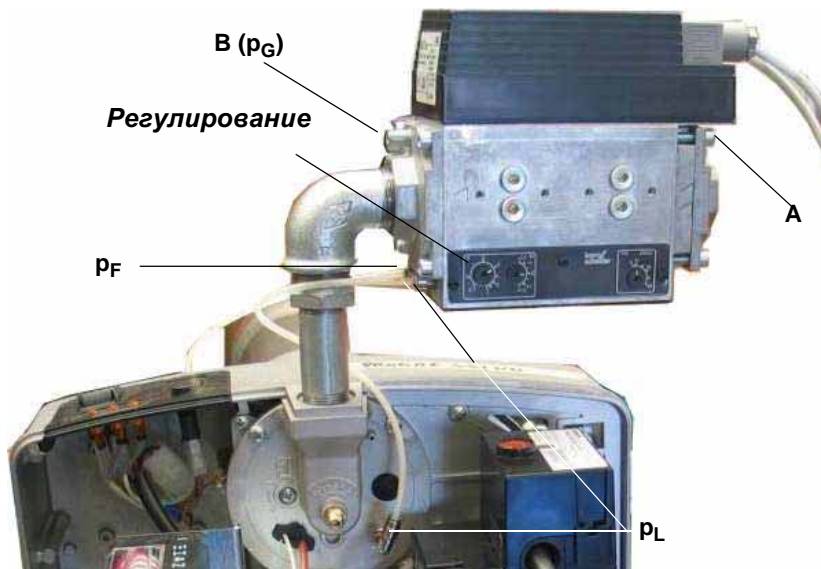

Рис. 19
Передаточное соотношение **V** - следующее (см. рисунок Рис. 19 - Рис. 20):
- 1 Включить горелку на малом пламени: если горелка не запускается, повернуть слегка **N** в направлении + и повторить запуск (см. Рис. 20). Замерить давление газа **pG** на **B** (см. рисунок Рис. 19)
- 2 Замерить давление воздуха **pL** на горелке (см. Рис. 19) и отрегулировать давление газа на **N** (см. Рис. 20)
- 11 Не закрывать штуцер **pF**, если он имеется в наличии, и если он не использовался (vedi figura Рис. 19)
$V$  = Не регулировать передаточное соотношение на слишком высокое значение! Давление газа на  $B$  ниже давления газа на  $A$  (см. рисунок Рис. 19) минус потеря давления компактного блока.
- 2 Замерить давление газа  $A$  и  $B$  (см. Рис. 19)